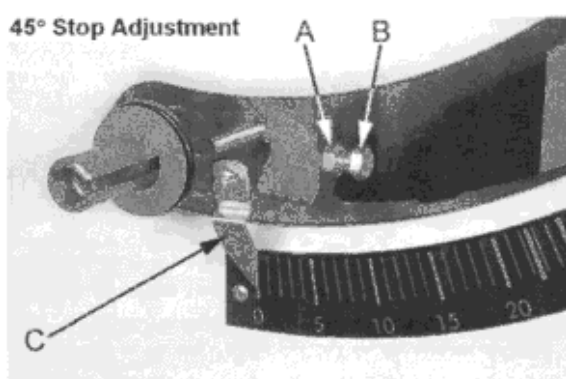

Рис. 21
8. Если пильный диск не под углом 45 градусов к столу, удалите маховик подъема понижения пильного диска. Ослабьте контргайку (А см. рис. 21) и поверните стопорный винт регулировки (В, рис. 21) на передней цапфе во, внутрь или наружу. Регулировочный винт следует прекратить вращать на переднем кронштейне цапфы, когда пильный диск находится под углом 45 ° к столу.